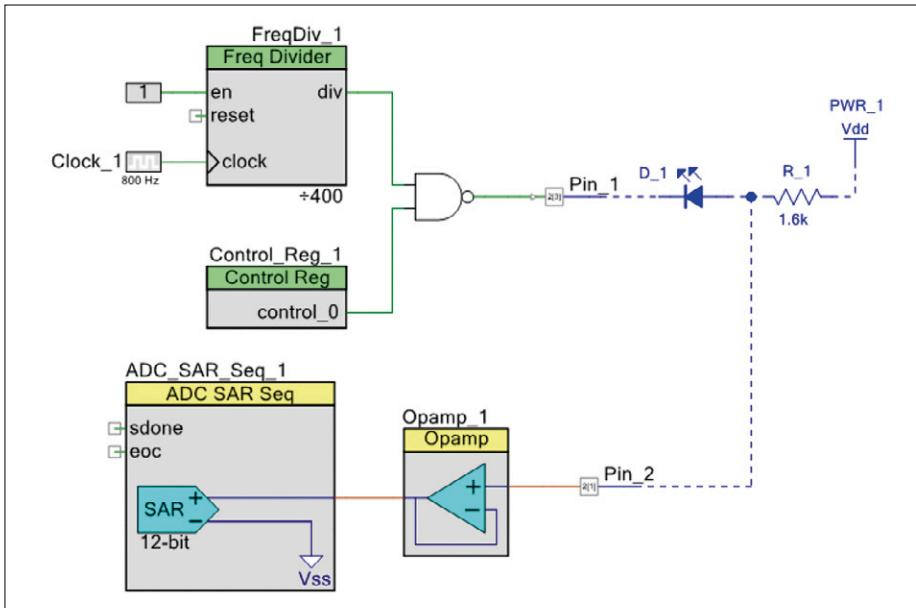

Figure 5. L'ajout d'un bloc CA/N au circuit permet de mesurer la tension directe de la LED.
**Listage 2. Le programme qui complète le circuit de la figure 5.**